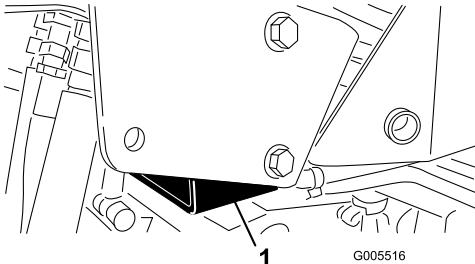

Bild 38
- Rechte Seite: Unter der Stützhalterung des Überrollschutzes (Bild 38)